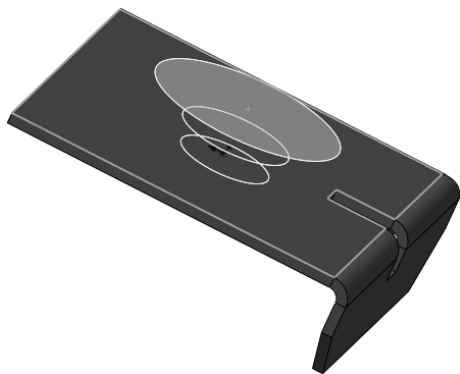

图 10-122 将成型工具拖入放置表面
2) 在设计库中选择 embosses（凸起）工具中的“counter sink emboss”成型图标 ，按下鼠标左键，将其拖入钣金零件需要放置成型特征的表面，如图 10-122 所示。